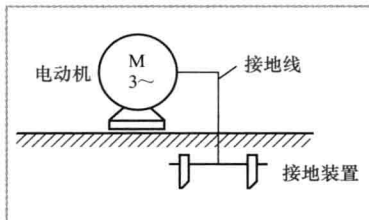

图 1-9 强电设备的接地
(3) 在强电设备中，常常将设备的外壳与大地连接，当设备绝缘性能变差而使外壳带电时，可迅速通过接地线泄放到大地，从而避免人体触电，如图 1-9 所示。